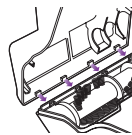

Fig. 27
- 3 Para volver a armarla, inserte las trabas del borde del frente de la cubierta inferior en los orificios correspondientes de la mitad superior e inclínela nuevamente hacia abajo hasta que se trabe en su lugar. **(Fig. 27)**